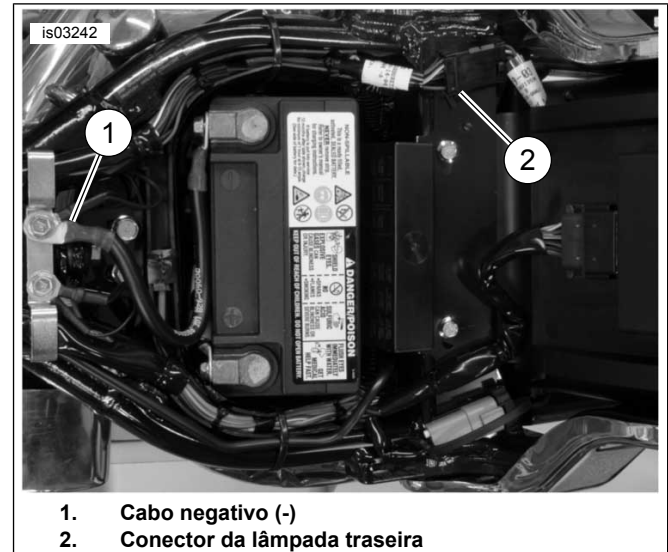

Figura 1. Cabo negativo da bateria e conector da lâmpada traseira
2. Veja a Figura 1. Faça a desconexão dos cabos da bateria, o cabo negativo (-) primeiro.